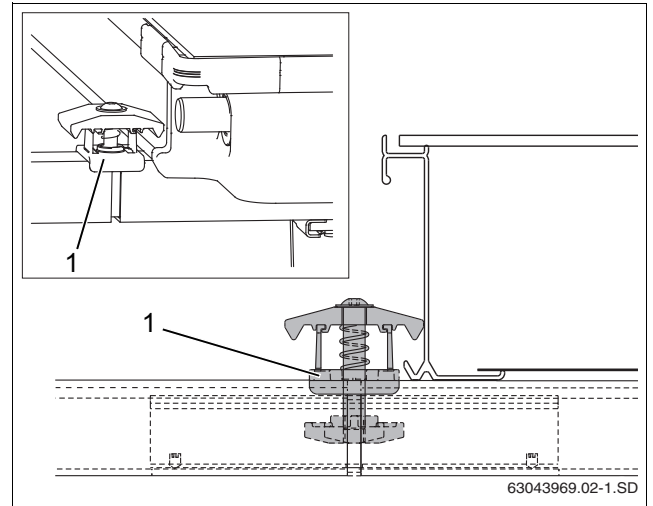

Рис. 47 Установка двухстороннего зажима
- ▶ Установить двухсторонний зажим гайкой вниз в отверстие профильной рейки и соединительной вставки так, чтобы пластмассовая распорка (рис. 47, [1]) охватывала профильную рейку.